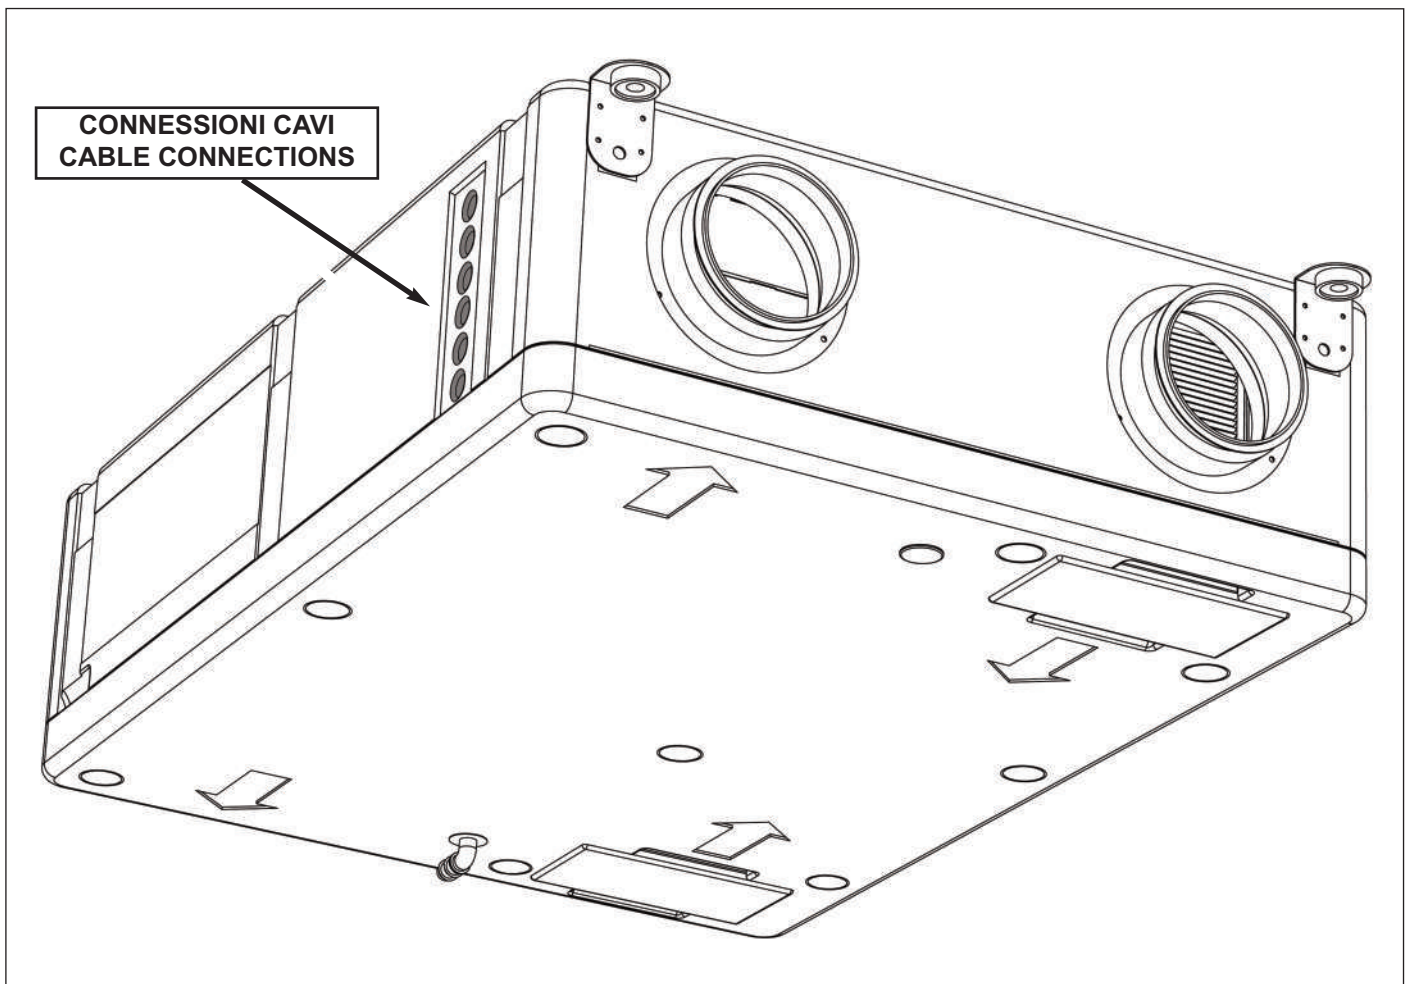

fig. 8
- Per le connessioni tra unità base ed accessori impiegare i pressacavi posti sul lato dell'unità (fig. 8).
- For the connections between the basic unit and its accessories, use the glands on the connection side of the unit (fig. 8).